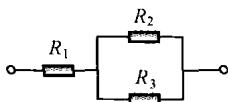

图 1-5 混联电路
(13) 混联电路——电路中电阻既有串联，又有并联，这种连接电路叫混联电路。在混联电路（如图 1-5 所示）中，总电阻